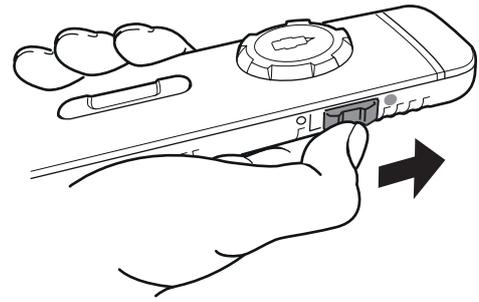

Fig. 12
- Spingere l'interruttore a scorrimento laterale verso l'alto (Fig. 12). Dopo l'accensione il simbolo  lampeggia per circa 5 secondi nella barra degli strumenti. Il simbolo  emette quindi una luce fissa per segnalare che il sistema di manovra è pronto per l'uso.